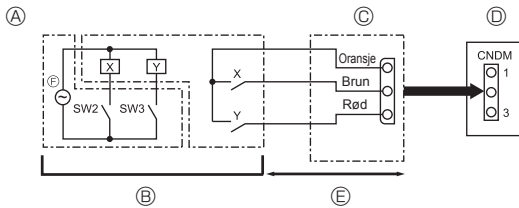

Fig. 9-2
9.2. Etterspørselsfunksjon (modifisering på stedet) (Fig. 9-2) (kun for klimaanlegg)